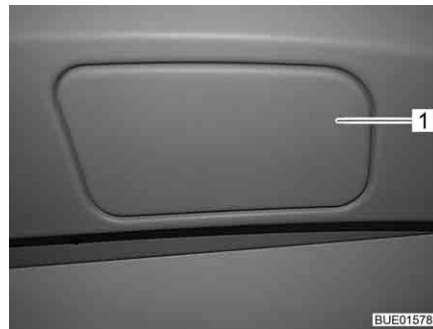

Fig. 34 Tapa del desbloqueo de emergencia
- Utilizando un objeto plano (p. ej. una moneda), levantar la tapa (Fig. 34,1) del desbloqueo de emergencia en el techo de la cabina del conductor.